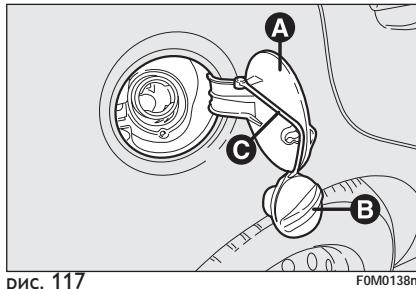

рис. 117
**КРЫШКА ГОРЛОВИНЫ Рис. 117**
Во время заправки закрепите пробку на фиксаторах, расположенных внутри лючка, как это показано на **рис. 117**.